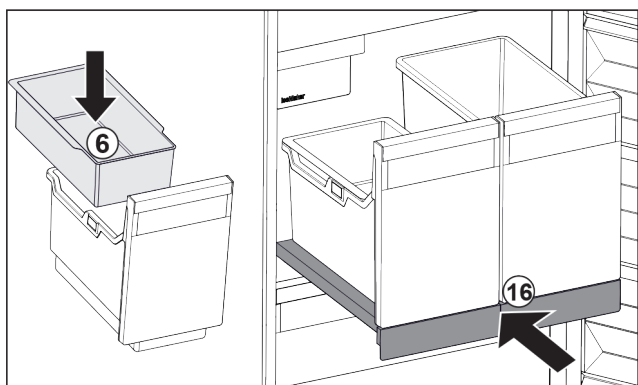

Fig. 106
- ▶ Vstavite obešalno skodelico Fig. 106 (6) za ledene kocke.
- ▶ Vstavite izvlečno polico s posodo (IceTower). Fig. 106 (16)